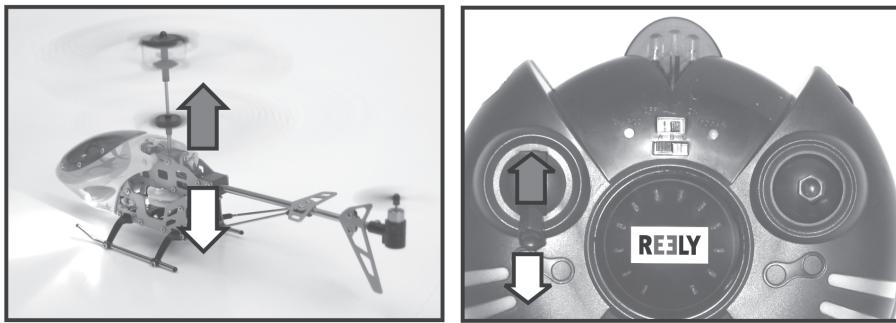

Figure 9
A l'aide de la fonction de Pas, vous pouvez régler la hauteur de vol de l'hélicoptère (voir fig. 9). La commande a lieu au moyen du levier de commande de gauche (voir fig. 1, pos. 8). Il peut, à cet effet, être déplacé de la position basse qu'il rejoint par force de ressort, vers le haut. Comme les angles d'incidence des pales de rotors ne sont pas modifiables, l'ajustement de la hauteur de vol a lieu au moyen d'une modification collective de la vitesse des deux rotors.